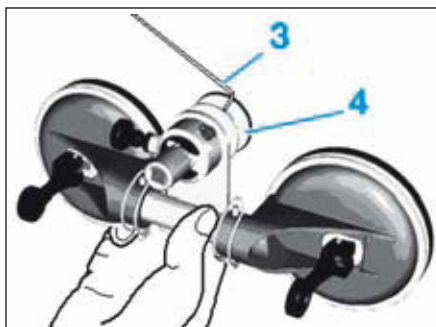

FIG.4
- Engager les extrémités de fil tranchant (3) dans l'enrouleur (4) (Fig.4).